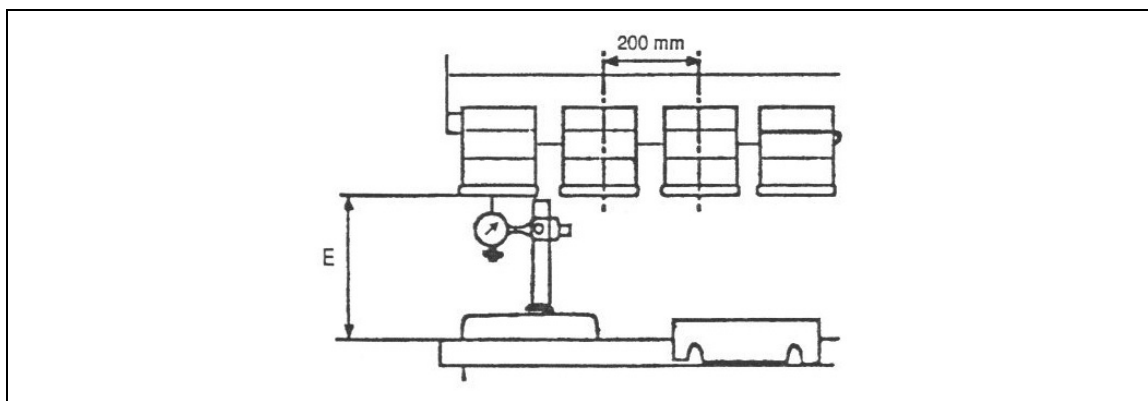

Abb. 10-42 Einstellung des Abstands E
1. Das Zwischenstück wählen, bei dem die Messuhr den kleinsten Abstand E anzeigt (Abb. 10-42).